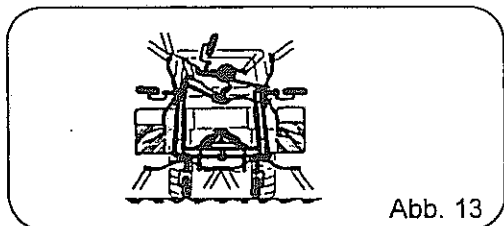

Abb. 13
1. Absenken auf den Boden (Abb. 13).